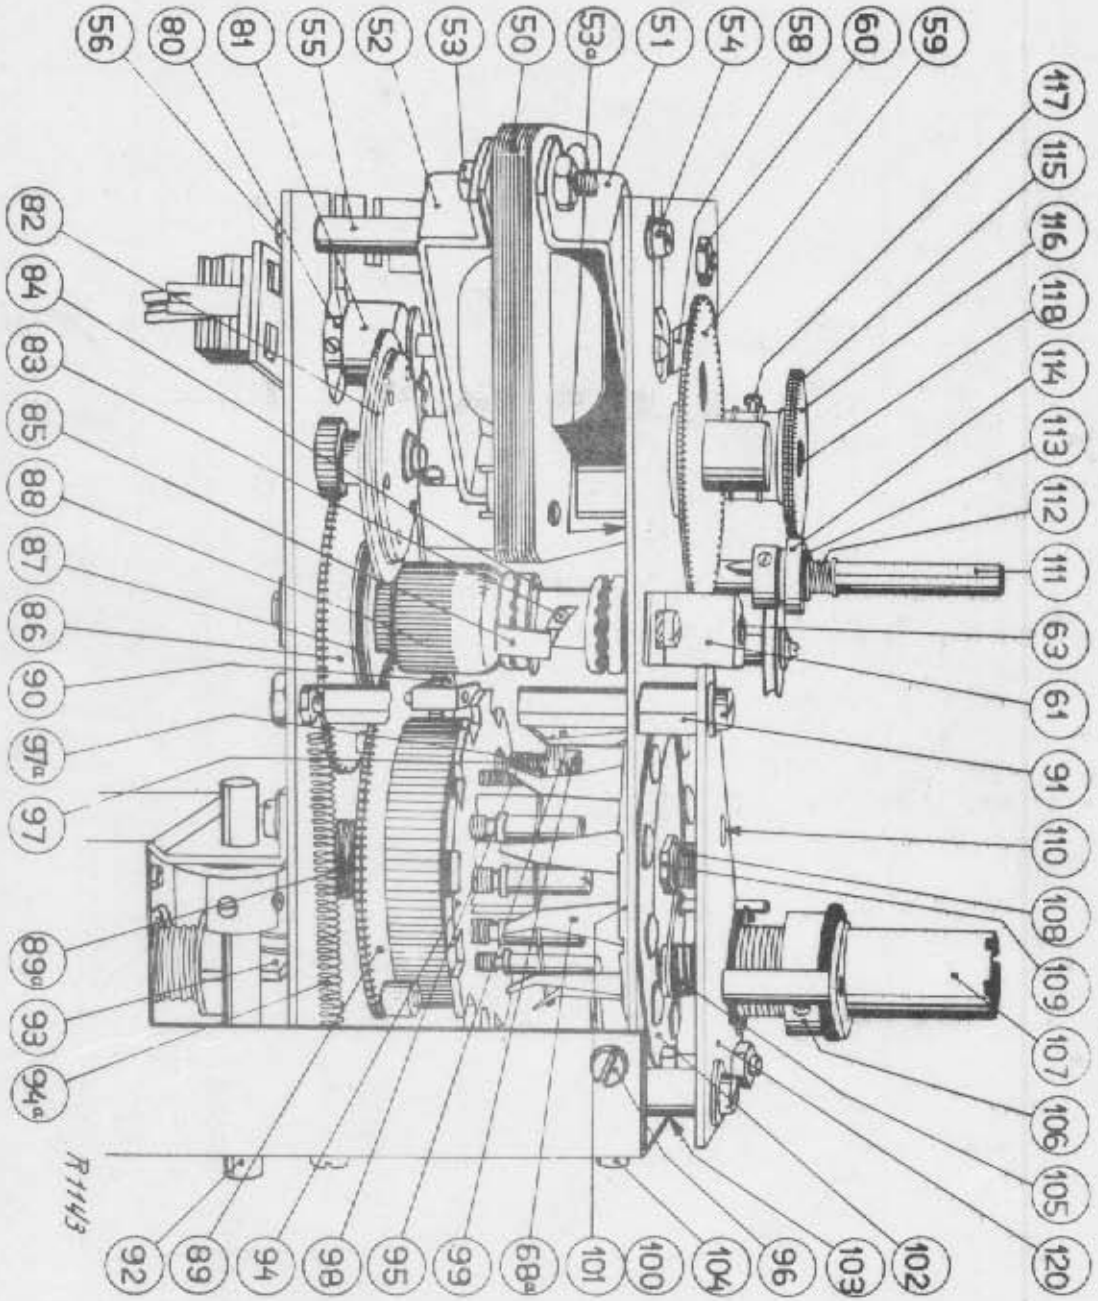

Fig. 8
- Schakelaar A** = revolverkop 94 van fig. 8.